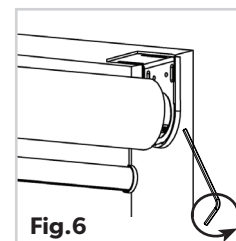

Fig.6
9. Enfin, avant d'utiliser votre store, vous devez engager le mécanisme à ressort. Pour ce faire, à l'aide de la clé Allen, retirez la vis de blocage sur le côté droit en la tournant dans le sens antihoraire jusqu'à ce qu'elle soit complètement retirée du tambour. Vous sentirez que le ressort s'engage pour rétracter le store. (Fig.6)